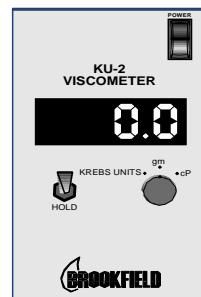

Figure 5
- 3) 打开KU-2粘度计的电源开关和打印机的电源开关（如使用）。转换“Hold”读数开关至上行位置。（参阅Figure 5。）